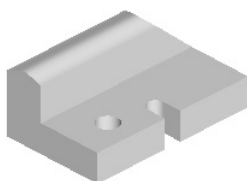

图 8.2.1 选取模型
Step3. 选取项目。在图形区选取如图 8.2.1 所示的模型。